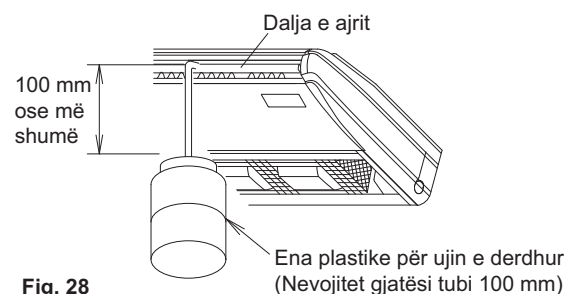

Fig. 28
(2) Pas tubacionit të ketë përfunduar, kontrolloni nëse uji rrjedh lirisht.
- Hidhni gradualisht rreth 0,6 litër ujë, për të kontrolluar kullimin, në gotën e kullimit nga dalja e ajrit. (Shihni fig. 28)